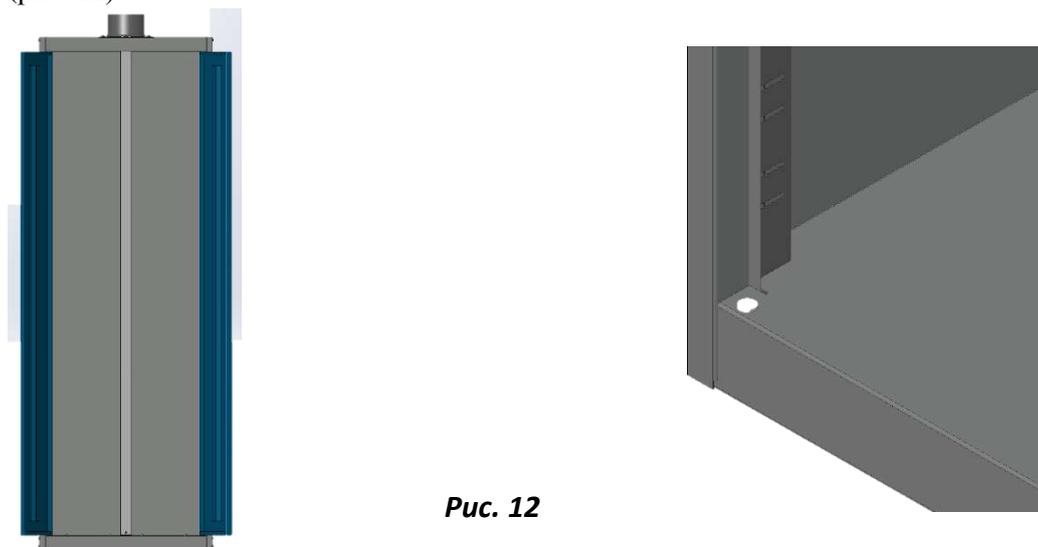

Рис. 12
4.7 Вставить пластиковые втулки из комплекта петля – шарнир в соответствующие отверстия в крыше и дне. Несильно подстучать втулки при установке для размещения в отверстиях и фиксации. После чего завести двери между втулками, и через отверстие двери завести стальной стержень во втулку до фиксации (рис. 12).